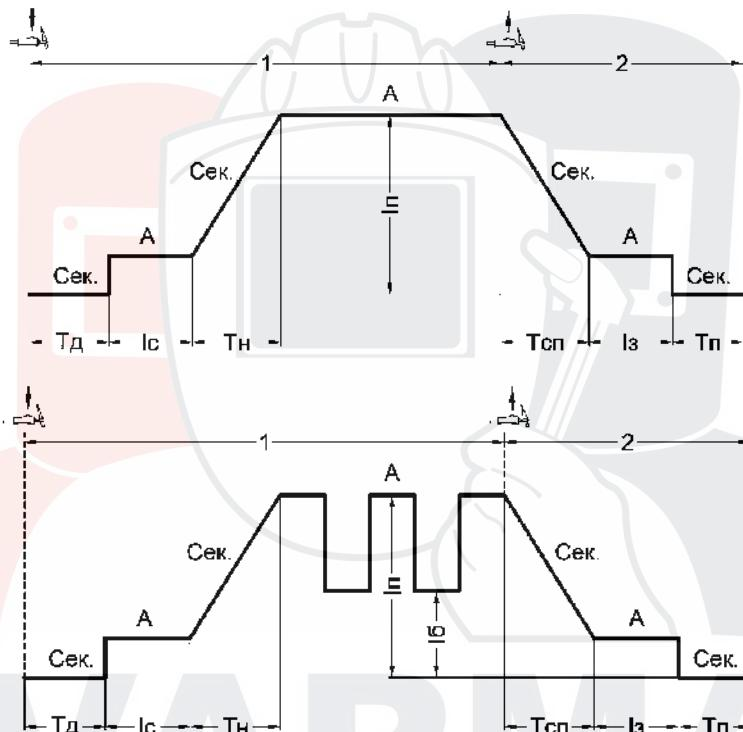

Рис. 7.6. Режим работы аппарата 2Т и 2Т в импульсном режиме.
**Двухтактный режим (2Т)** рекомендуется использовать при длине сварочных швов до 200 мм (См. рис. 7.6).